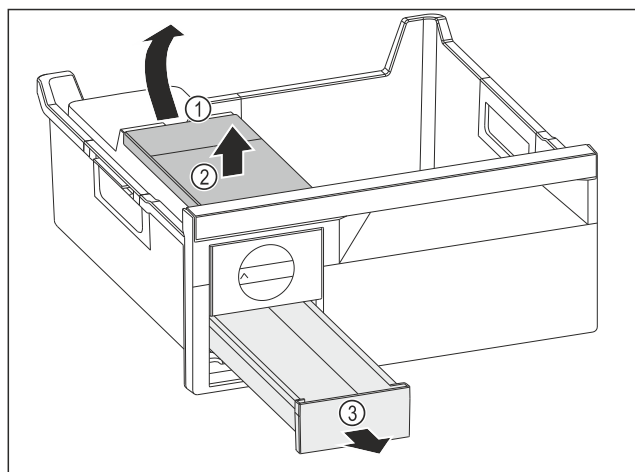

Fig. 135
▶ Изваждане на резервоара за вода: Повдигнете резервоара за вода при прореза Fig. 135 (1).
- ▶ Извадете резервоара за вода Fig. 135 (2) нагоре.
- ▶ Извадете чекмеджето за ледени кубчета Fig. 135 (3) напред.